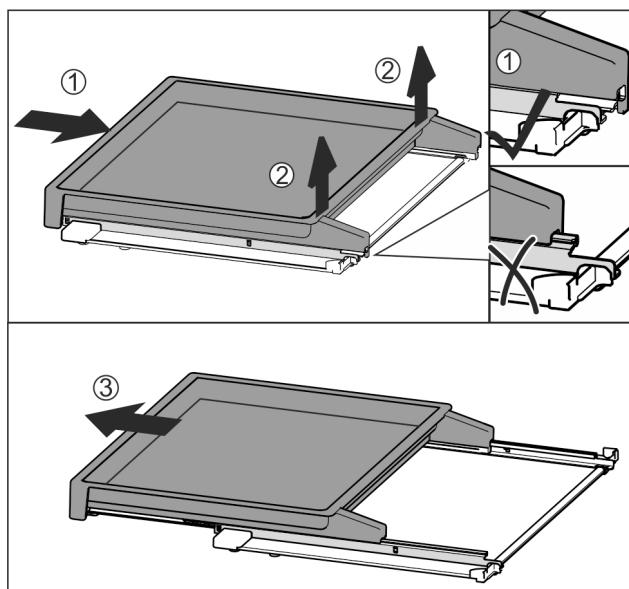

Fig. 32
- ▶ Împingeți complet raftul extractibil în interior Fig. 32 (1).
- ▶ Desfaceți blocarea din partea din spate Fig. 32 (2).
- ▶ Extrageți raftul extractibil către înainte Fig. 32 (3).